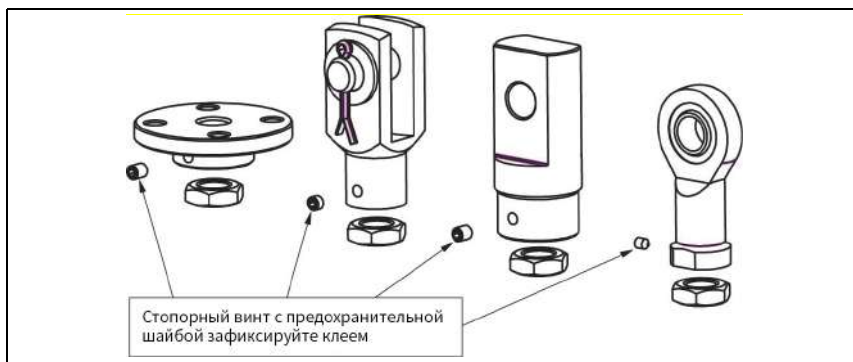

Рис. 9: Опорные фланцы, вилочные, шарнирные или шаровые головки закрепите после установки в нужную позицию
3. Для серий ZE и Z типоразмеров 50, 100 и 150 установите крепежные болты на удлиненные отверстия с применением шайб (например по DIN 1441). Установите головку винта (см. Рис. 9), закрепите стопорный винт с помощью фиксатора резьбы (например, Locktite), наверните контргайку (до размера 100)